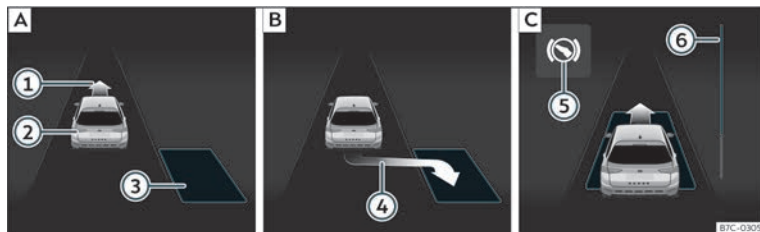
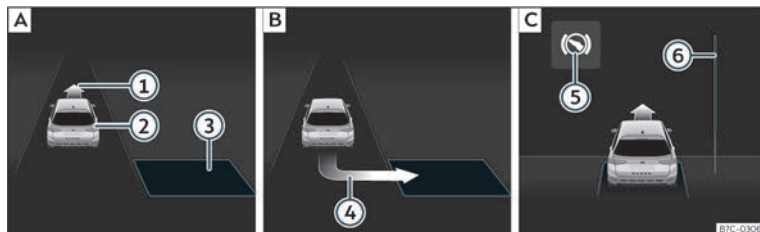

Fig. 180 Na pantalla do cadro de instrumentos:aparcar en liña. **[A]** Atopar un espazo de aparcamento. **[B]** Posición para aparcar. **[C]** Manobrar.
Fig. 181 Na pantalla do cadro de instrumentos:aparcar en batería. **[A]** Atopar un espazo de aparcamento. **[B]** Posición para aparcar. **[C]** Manobrar.
- Mire na visualización da pantalla do cadro de instrumentos se detecta o espazo como “axeitado” e se alcanzou a posición correcta para aparcar» **fig. 180 [B]** ou» **fig. 181 [B]**. O espazo considerase “axeitado” se na
• Retroceda ata que soe o sinal continuo do ParkPilot; **OU BEN:** retroceda ata que na pantalla do cadro de instrumentos apareza a indicación de dar marcha adiante»» **fig. 180** [C] ou»» **fig. 181** [C]; **OU BEN:** retroceda ata que na pantalla do cadro de instrumentos apareza a mensaxe **Park Assist finalizado**. A barra de progreso ⑥ indica a distancia a percorrer»» páx. 271.
• Prema o pedal do freo ata que o sistema de aparcamento asistido complete os xiros do volante; **OU BEN:** ata que se apague o símbolo ⑤ na pantalla do cadro de instrumentos.
• Vaia marcha adiante ata que soe o sinal continuo do ParkPilot; **OU BEN:** vaia marcha adiante ata que na pantalla do cadro de instrumentos apareza a indicación de dar marcha atrás. O sistema de aparcamento asistido dirixe o vehículo marcha adiante e marcha atrás ata centralo no espazo»» **fig. 180** [C] ou»» **fig. 181** [C].
A barra de progreso »» **fig. 180** ⑥ e»» **fig. 181** ⑥ amosa simbolicamente na pantalla do cadro de instrumentos a distancia relativa que aínda se vai percorrer. Canto maior sexa a distancia, máis chea está a barra de progreso. Ao circular marcha adiante, o contido da barra de progreso diminúe cara arriba e, ao circular marcha atrás, diminúe cara abaixo.